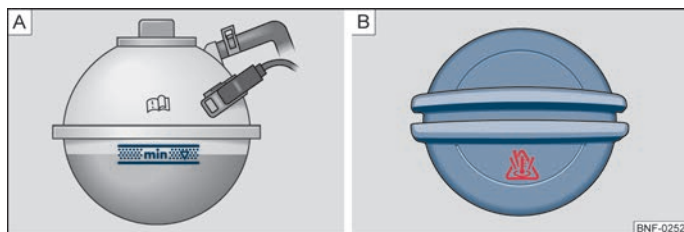

Bild 94 Motorrum: Kylvätskeexpansionskärl
- Kontrollera kylvätskenivån i kylvätskans expansionskärl ⇒ bild 94 - [A]. Kylvätskenivån ska vid kall motor ligga mellan markeringarna "MIN" och "MAX". Vid varm motor kan den även ligga något över markeringen "MAX".
- Lägg en trasa över locket på kylarens expansionskärl ⇒ bild 94 - [B] och skruva av locket **försiktigt** åt vänster ⇒ ⚠.